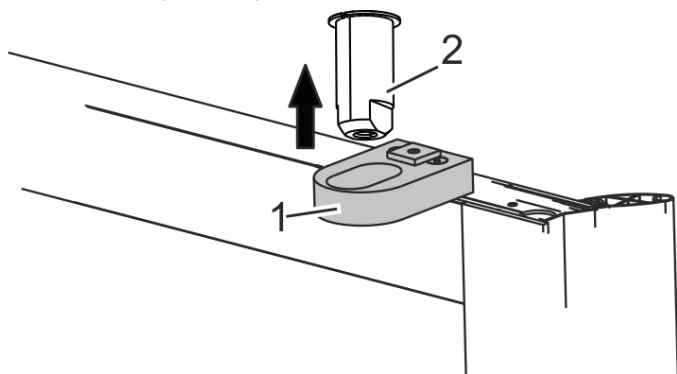

Рис. 55 Запорный штифт
3. Использовать ручное устройство разблокировки замка или отвертку для перемещения запорного штифта (рис. 55/1) в потолок через резьбовое отверстие (M8), чтобы установить запорный штифт над запорной планкой (рис. 55/1).